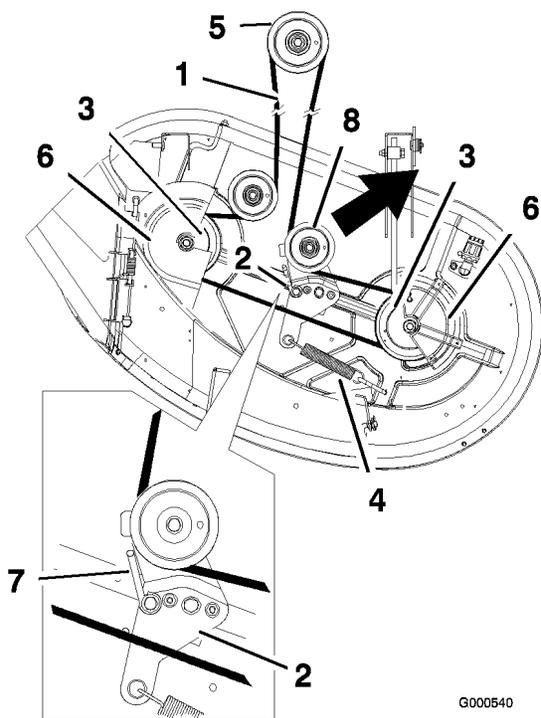

Figure 49
4. Déposez les couvercles de courroie en passant par-dessus les axes extérieurs et desserrez le guide-courroie (Figure 49).
5. Tirez la poulie de tension dans la direction indiquée (Figure 49) et retirez la courroie des poulies.
6. Acheminez la courroie neuve autour des poulies du moteur et du plateau de coupe (Figure 49).
7. Tirez la poulie de tension dans la direction indiquée (Figure 49) et acheminez la courroie autour de la poulie de tension (Figure 49).
8. Tournez le guide-courroie vers la poulie jusqu'à ce qu'il bute contre le bras de la poulie de tension (Figure 49).
9. Serrez le boulon du guide-courroie (Figure 49).